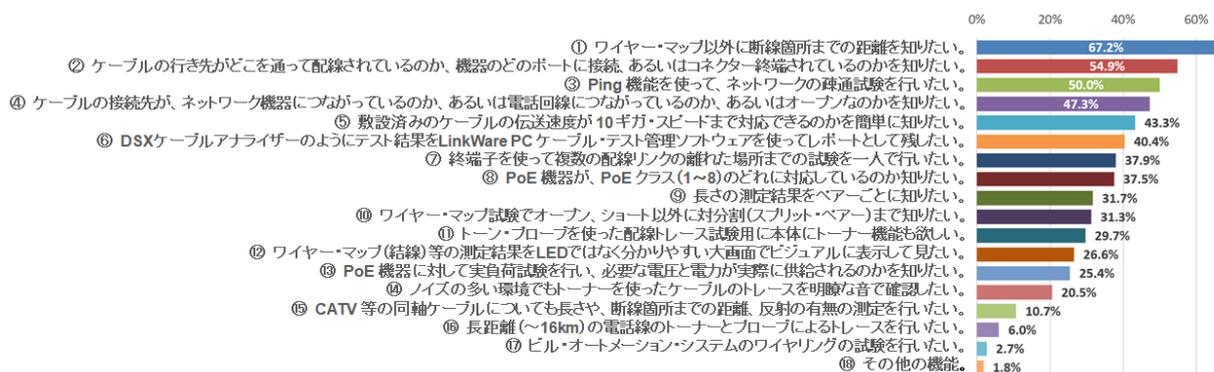

図 3-1 検証、検査ツールに求められているユーザーからの声
また、上記の質問に「No」と回答した方へ、同アンケートの中で「配線の接続を単にチェックする以外どこまでの機能を欲しいと思われませんか？」の質問に対しては、①「ワイヤー・マップ以外に断線箇所までの距離を知りたい。」、②「ケーブルの行き先がどこを通過して配線されているのか、機器のどのポートに接続、あるいはコネクタ終端されているのかを知りたい。」、③「Ping 機能を使って、ネットワークの疎通試験を行いたい。」、④「ケーブルの接続先が、ネットワーク機器につながっているのか、あるいは電話回線につながっているのか、あるいはオープンなのかを知りたい。」、⑤「敷設済みのケーブルの伝送速度が 10 ギガまでのスピードに対応できるのかを簡単に知りたい。」という声がトップ 5 に挙げられています。（「図 3-1 検証、検査ツールに求められているユーザーからの声」を参照）